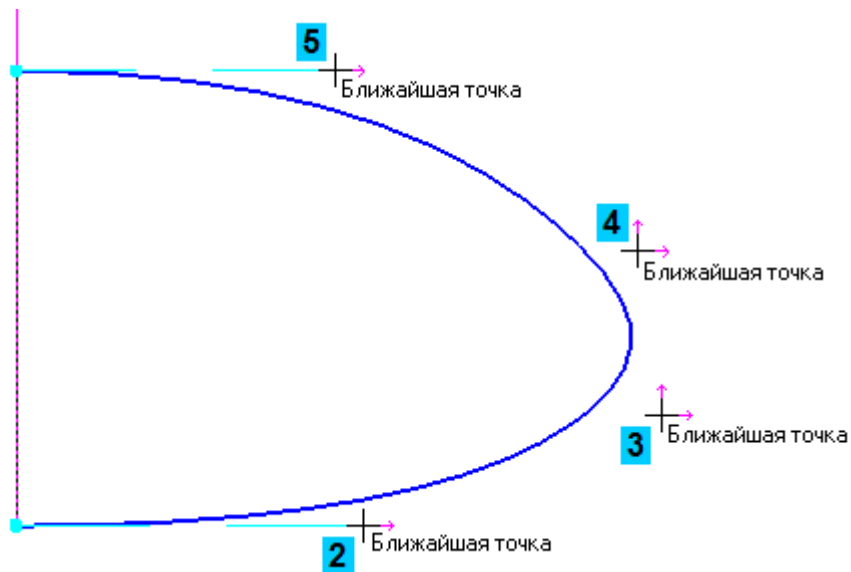

Рисунок 15.
- Парно укажите точки 2–5 и 3–4 (рис. 15).